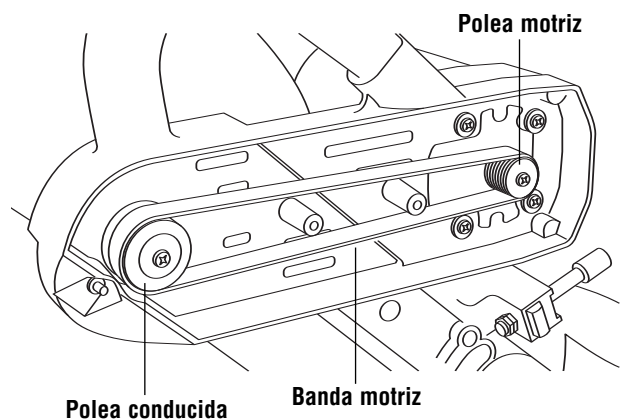

Figura 2. Cambios de banda
3. Corte y quite la banda gastada (Figura 2). Antes de instalar la nueva, limpie muy bien las dos poleas.